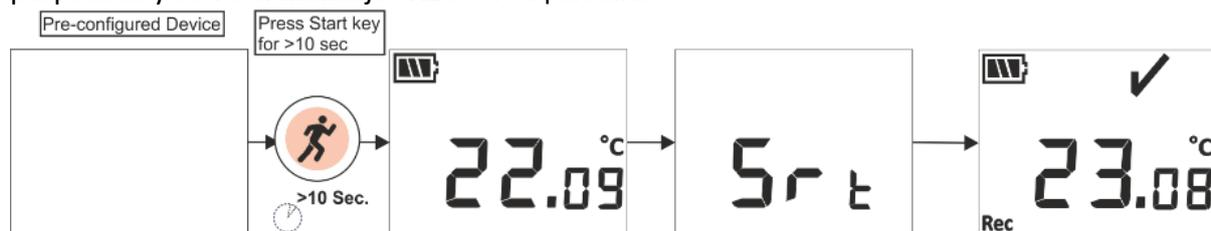

Figura 7 Iniciar lote manualmente
2. El usuario puede iniciar manualmente el dispositivo después de la configuración por lotes, si es necesario, presionando la tecla "**Inicio**" durante unos 10 segundos, como se muestra en la figura 7.